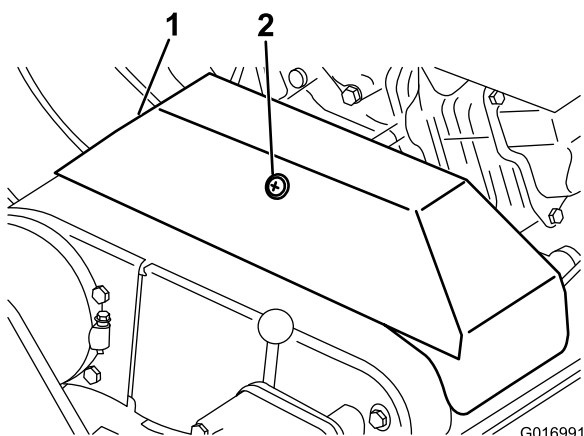

Bild 32
3. Lösen Sie den Halter, mit dem die Treibriemenabdeckung befestigt ist. Drehen Sie die Abdeckung, um sie zu öffnen (Bild 32).